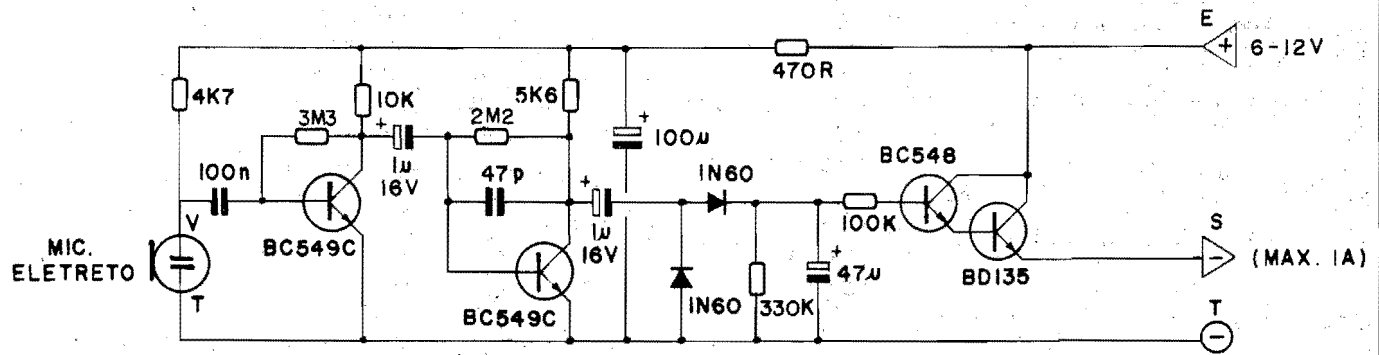

Fig.1
- FIG. 1 - O CIRCUITO - No seu todo, o circuito da ACMU não passa de um sensível amplificador de áudio, cuja saída excita não um alto-falante ou coisa assim, mas uma mera chave eletrônica capaz de controlar diretamente um nível CC de Tensão e Corrente! Os dois primeiros transístores, de alto ganho e baixo ruído (BC549) amplificam os sinais captados pelo pequeno microfone de eletreto, levando o nível recebido, na casa dos milivolts, a uma "altura" de alguns volts, no coletor do segundo BC549... Esse primeiro módulo, por sua sensibilidade, trabalha com alimentação desacoplada do restante do circuito, através de um resistor de 470R e capacitor eletrolítico de 100u. Após tal amplificação, os sinais são retificados pelo par de diodos 1N60 e "transformados" num nível C.C. mais ou menos estável, depositado so-